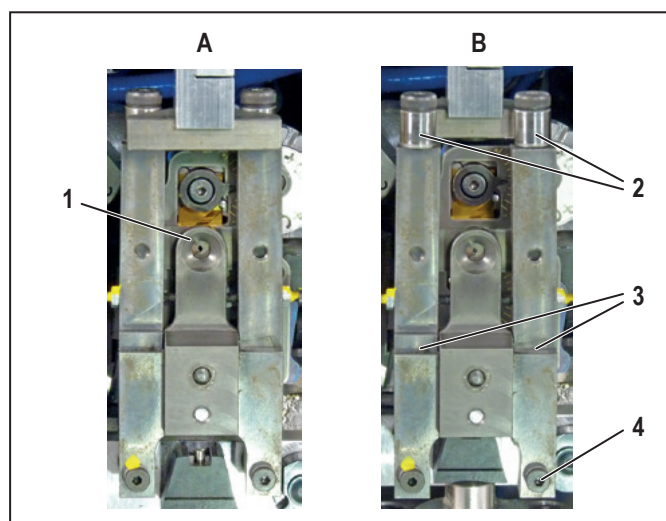

Figure 7.4 Unité de fixation des conducteurs semi-rigides en position de fonctionnement (A) et tirée vers l'avant (B)
- Tirer vers l'avant l'unité de fixation des conducteurs semi-rigides (Figure 7.4 , B).
- Vérifier que les rouleaux (2) bougent librement. Si nécessaire, lubrifier les points de rotation des rouleaux.
- Huiler les points de rotation (3) de l'unité de fixation des conducteurs semi-rigides.
- S'assurer que l'unité de fixation des conducteurs semi-rigides est en position avant (Figure 7.4, B).
- Retirer la vis en bas à droite de l'unité de fixation des conducteurs semi-rigides (Figure 7.4, 4).